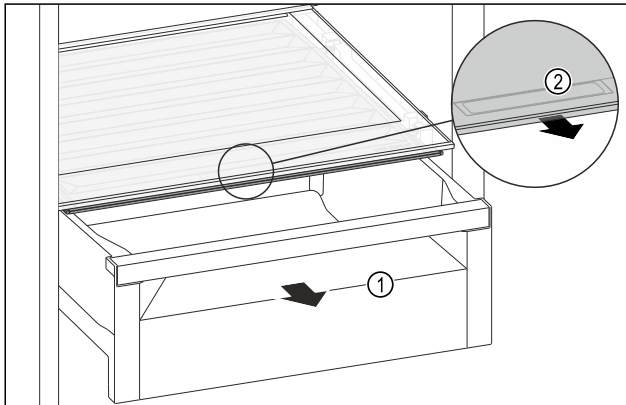

Fig. 104
- ▶ Витягніть висувний ящик Fig. 104 (1).
- ▶ Візьміться за потайну ручку Fig. 104 (2) на кришці відділення й одночасно потягніть кришку відділення вперед.